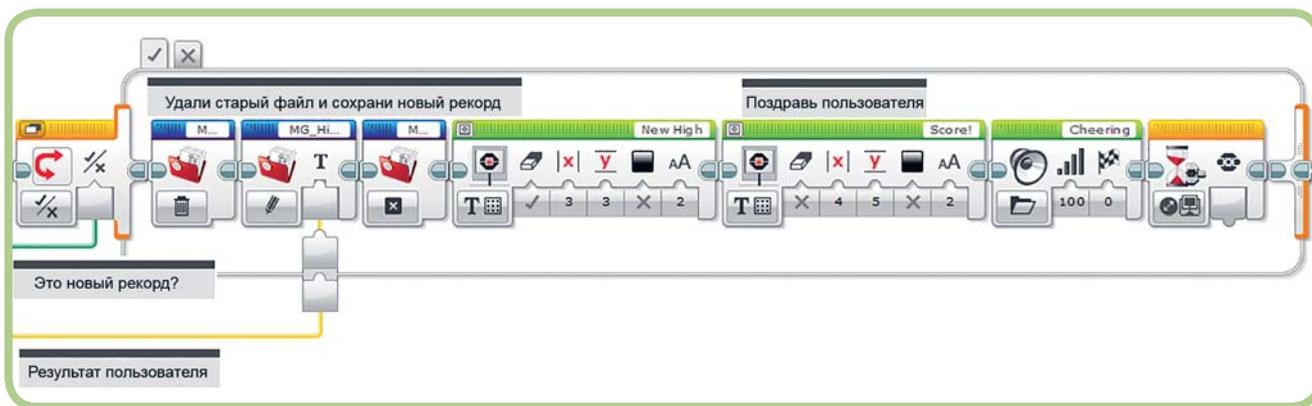

Рис. 16.8. Сохранение нового рекорда в случае «Истина» блока Переключатель
Если это так, следующая часть программы, показанная на рис. 16.8, сохраняет новый рекорд и поздравляет пользователя.
6. Если логическое значение из блока **Сравнение** (Compare) истинно, в блоке **Переключатель** (Switch) выполняются блоки, показанные на рис. 16.8, для обновления лучшего результата.